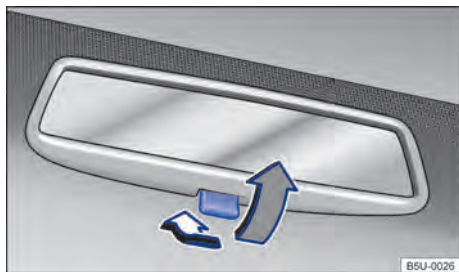

Fig. 66 No para-brisa: espelho retrovisor interno com antifuscante manual.
- Posição noite: puxar a alavanca → Fig. 66 (seta cinza), para evitar o ofuscamento dos faróis dos veículos que trafegam atrás. ▶